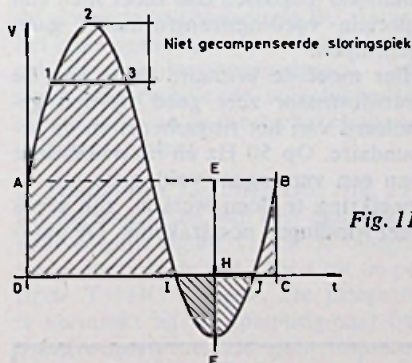

Fig. 11
a. *Toestel met één integrator (fig. 11).* Bij het aanleggen van een ingangssignaal volgens figuur 11 zal de integrator gedurende de tijd I tot J uit de periode $T=DC$ stoppen. De integratie is verminkt en de spanning-naar-frequentie-omvormer zal geen impulsen meer afgeven aan de daaropvolgende digitale frequentiemeter. De wisselspanningsstoringskomponent wordt in feite gelijkgericht en de voorkomende gelijkspanningskomponent voegt zich bij het aangelegde signaal. We bekommen bijgevolg een kleine foutieve uitslag.